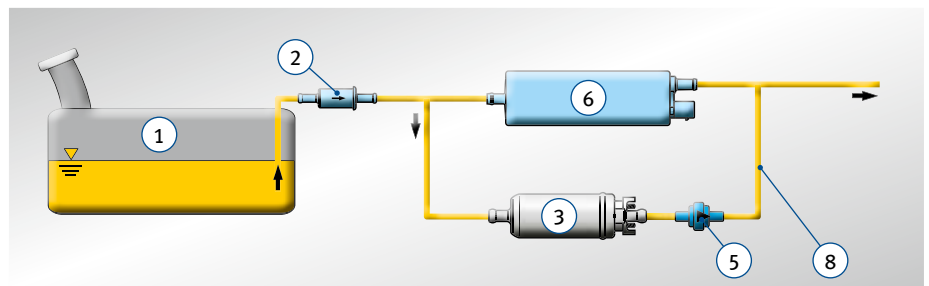

Fig. 5 : montage de la pompe E1F parallèlement à une pompe à carburant existante
Fig. 5 : une pompe E1F parallèle à une pompe à carburant électrique ou mécanique existante augmente le courant volumétrique. La pompe à carburant existante (6) doit être contournée avec une conduite bypass (8).